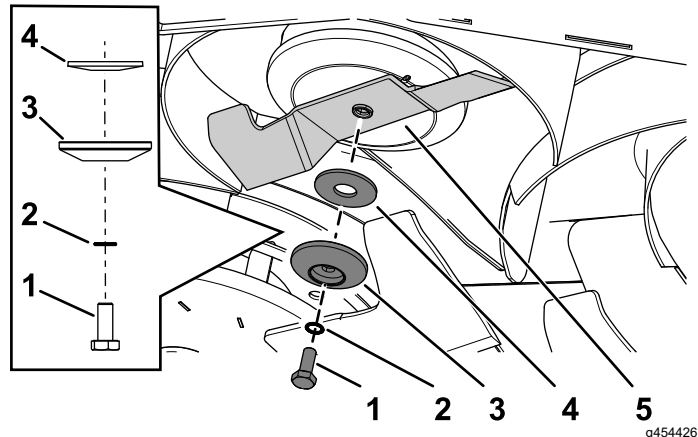

Figure 110
2. Montez la lame en utilisant le boulon, la rondelle dentelée, le disque de retenue et la rondelle bombée que vous avez retirés précédemment (Figure 110).